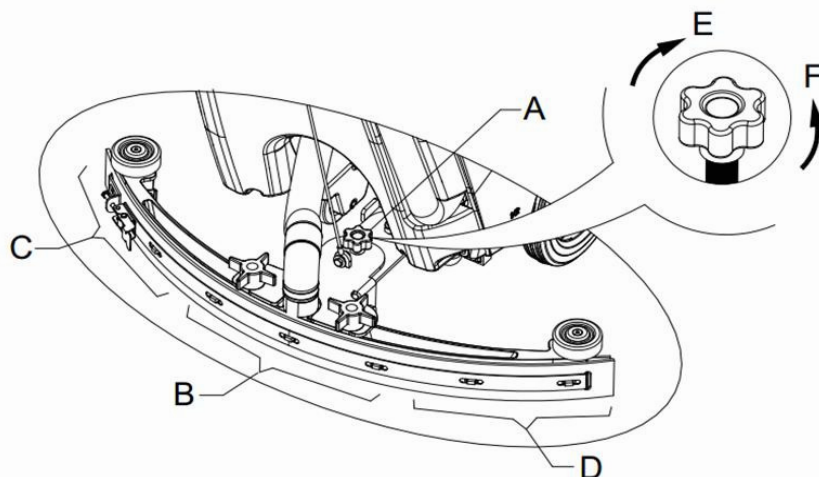

Figure 9
10. Réglez la raclette avec la molette de réglage (A) de la raclette (voir **Figure 9**).